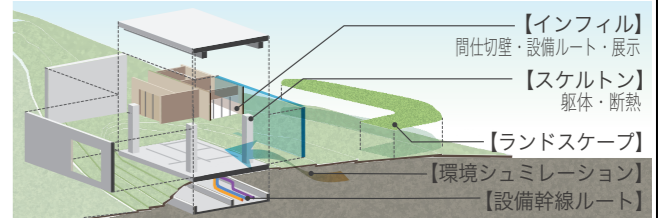

図9: ランドスケープを含めたBIMによる検討イメージ
- A) **BIM や模型等による視覚的なイメージの共有**や、環境シミュレーション等による客観的な環境性能の提示により、**様々な関係者の理解や合意形成がしやすいツール**を活用します。(図9・10)
- B) BIM を活用したスケルトン・インフィルの区分検討、園芸博時の仮設取合、展示との調整、園芸博後の施設管理等、**同一モデルを基に様々な検討を行う不整合のない調整**を行います。(図9)